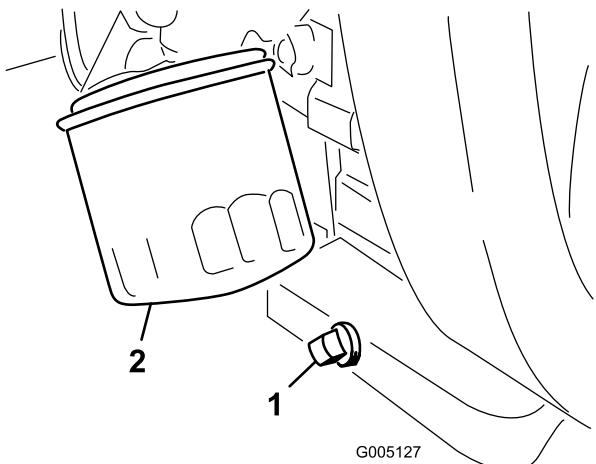

Figura 46
1. Retire o tampão de escoamento (Figura 46) e deixe o óleo escorrer para um recipiente adequado. Quando o óleo parar, volte a montar o tampão de escoamento.
2. Retire o filtro do óleo (Figura 46). Aplique uma leve camada de óleo limpo na gaxeta do novo filtro.